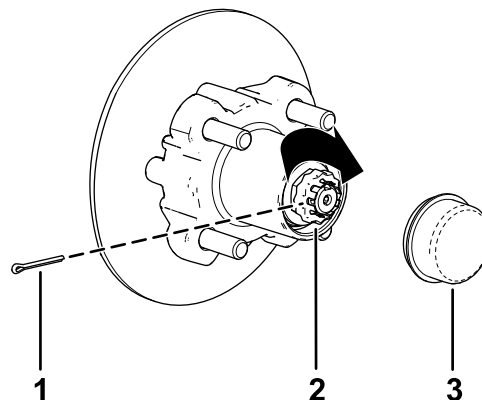

Figura 41
8. Montare il fermo sul dado e controllare l'allineamento della scanalatura sul fermo con il foro del mandrino per la coppiglia (Figura 41).
9. Montate la coppiglia e piegate ciascuna asticella attorno al fermo (Figura 41).
10. Montate il coperchietto antipolvere sul mozzo (Figura 41).